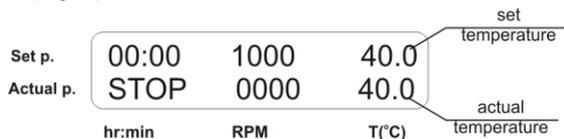

Fig.3 Pannello di controllo in modalità operativa
- 5.8. Mettiamo che il valore del sensore indipendente sia di 39 °C, ma la temperatura effettiva visualizzata sul display sia di 40 °C (Fig. 3). In questo caso, sarebbe necessario aggiungere 1 °C.